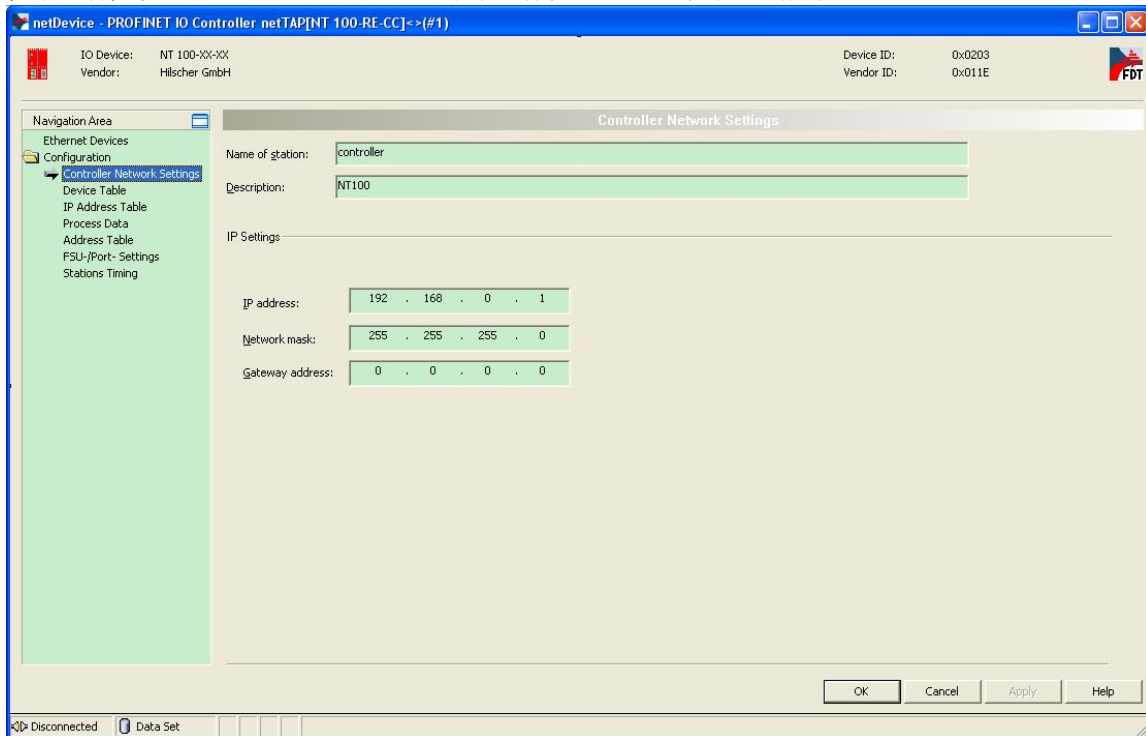

图 17
(17) 右击 NT100 图标, 选择 Configuration 菜单中的 PROFINET IO Controller 选项, 在弹出的对话框中, 首先设置 NT100 PROFINET 主站站名称及 IP 地址, 如图 17 所示。